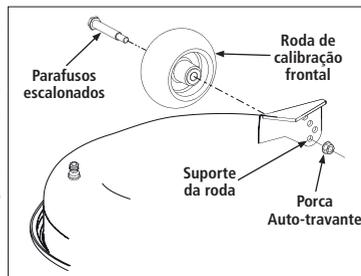

Fig. 08
5. Verifique se há contato ou folga excessiva entre as rodas e a superfície. As rodas da bandeja devem ter folga entre 6 mm e 13 mm acima do piso. Para ajustar as rodas, proceda conforme segue [Fig. 08]: